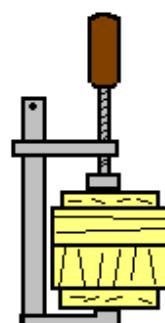

Figura 22
6. - Si las piezas a encolar son de madera blanda o hay que ejercer mucha presión, el gato puede hacer marcas y por eso conviene poner dos maderas para proteger, a la vez que conseguiremos distribuir mejor la presión, figura 22.